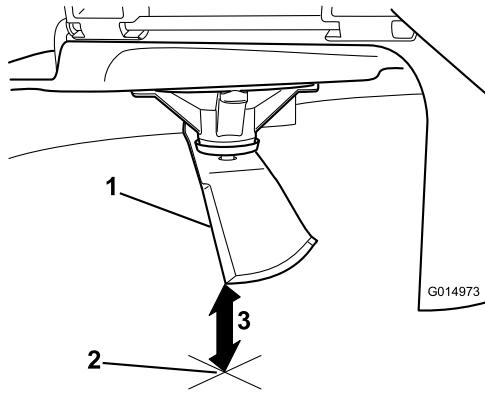

Figura 56
5. Meça da ponta da lâmina até à superfície plana (Figura 56).